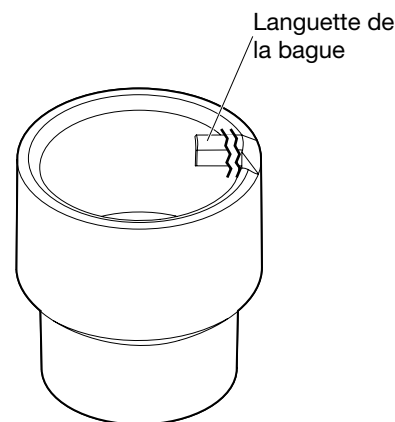
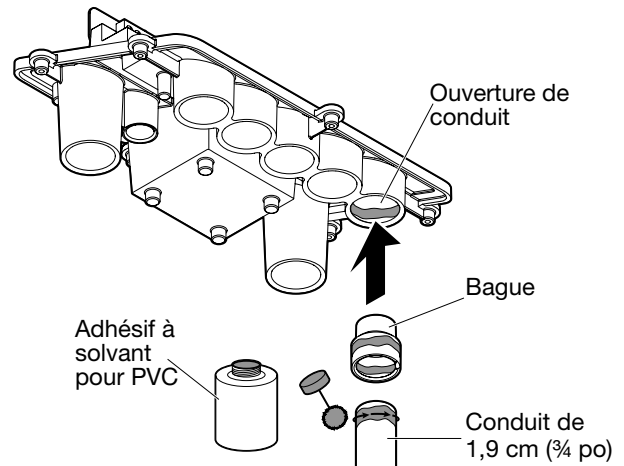

FIG. 5. Languette de la bague du réducteur de conduit
FIG. 6. Utilisation d'un conduit de 1,9 cm (3/4 po)
- b. Pour les conduits de 1,9 cm (3/4 po) (voir FIG. 5 et FIG. 6) :